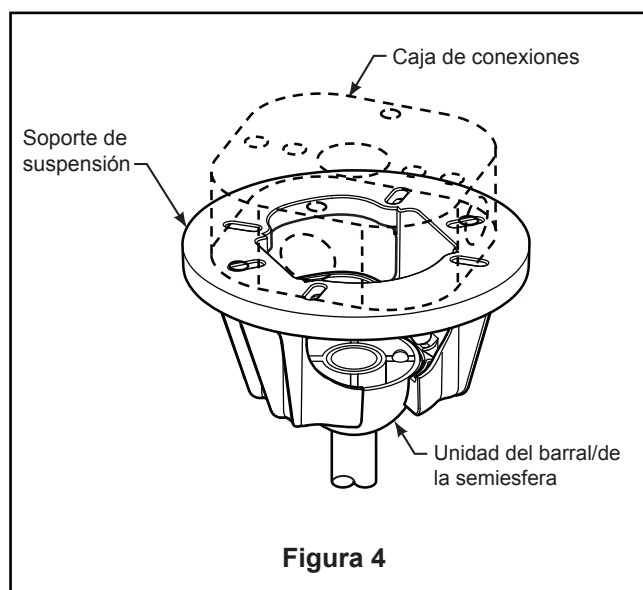

Figura 4
- ☐ 3. Con cuidado, levante el ventilador y apoye la unidad del barral/de la semiesfera en el soporte de suspensión que acaba de fijar a la caja de conexiones. (Figura 4) Asegúrese de que la ranura en la semiesfera esté alineada con el reborde del soporte de suspensión. (Figura 3)